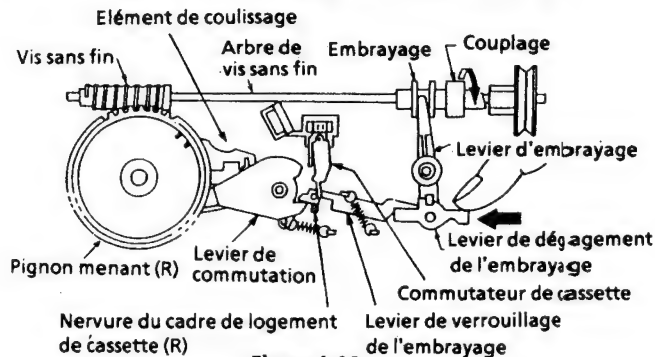

Figure 1-16.
1. Déplacer l'élément de coulissage en tournant le couplage dans le sens de la flèche (sens des aiguilles d'une montre) jusqu'à ce que l'élément de coulissage soit au fond de la gorge, comme indiqué sur la Figure 1-16. (Mode de chargement).
2. Lorsque la position est réglée comme indiqué sur la Figure 1-16, pousser à la main le levier de déengagement de l'embrayage dans le sens indiqué par la flèche jusqu'à ce que le levier de verrouillage de l'embrayage soit fermement bloqué par la nervure du cadre de logement de cassette (R).